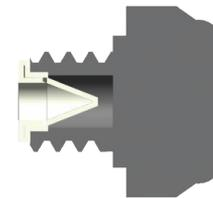

Figure 1
- Retirez le filtre en ligne (5) de la tubulure et maintenez-le devant une lumière pour regarder à travers. Si la lumière peut être vue à travers, le filtre est propre. Si la lumière est bloquée, soufflez de l'air à partir d'une seringue à travers le filtre en ligne (5) de l'extrémité distale à l'extrémité proximale (inverse du débit normal) pour tenter d'éliminer l'obstruction. Si le blocage persiste, le filtre doit être remplacé.
2. Retirez le filtre d'échappement (3) et veillez à ne pas perdre la valve unidirectionnelle. La valve unidirectionnelle peut être à l'intérieur le bas du filtre d'échappement, ou peut rester à l'intérieur du talon à vide jusqu'à l'étape 4 de cette procédure qui devrait déloger la valve unidirectionnelle du boîtier.
6. Retirez la soupape unidirectionnelle du filtre d'échappement (3) ou récupérez la soupape unidirectionnelle délogée de l'échappement côté du talon à vide. Rincer la valve unidirectionnelle avec de l'eau distillée ou de l'alcool isopropylique à l'aide d'une seringue ou avec de l'air comprimé.
7. Rincer le filtre d'échappement (3) avec de l'eau distillée ou de l'alcool isopropylique.
8. Réinstallez la soupape unidirectionnelle dans le filtre d'échappement (3) comme indiqué sur la figure 1.
9. Réinstallez le filtre d'échappement (3) dans le talon d'aspiration et serrez à 14 in-lbs.